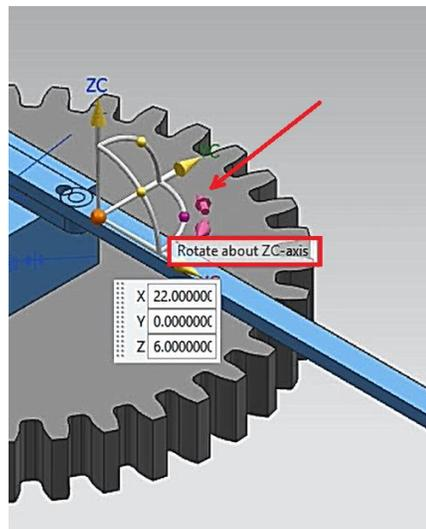

Figura 1.36 Giro en el plano XY.
- En la imagen del *sistema de coordenadas* que aparece en la pieza, seleccionar el giro en el **plano XY** y mover la pieza hasta que se pueda observar la pieza **biela2a.prt** (Figura 1.36).